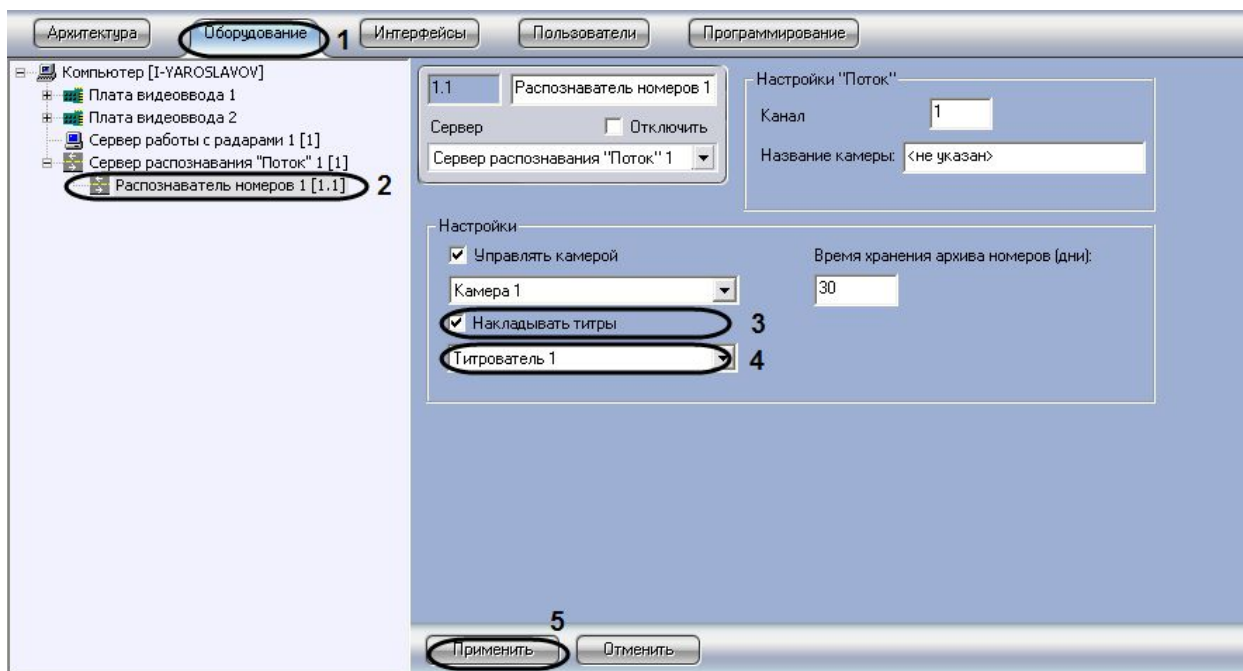

Рис. 7.3.8-1 Активирование функции наложения титров и выбор объекта «Титрователь»
1. В диалоговом окне «Настройка системы» перейти на вкладку «Оборудование» (см.Рис. 7.3.8-1, 1).
2. В дереве объектов на вкладке «Оборудование» выбрать объект «Распознаватель номеров», соответствующий настраиваемому программному модулю «Поток» (см.Рис. 7.3.8-1, 2). В правой части вкладки «Оборудование» отобразится панель настройки выбранного объекта.
3. Установить флажок «Накладывать титры» для активации функции наложения титров (см. Рис. 7.3.8-1, 3).
4. Выбрать объект «Титрователь» из списка всех объектов данного типа, созданных на основе объекта «Камера», выбранного в пункте «Выбор камеры для записи видеоизображения» (см. Рис. 7.3.8-1, 4).
5. Нажать кнопку «Применить» (см. Рис. 7.3.8-1, 5).